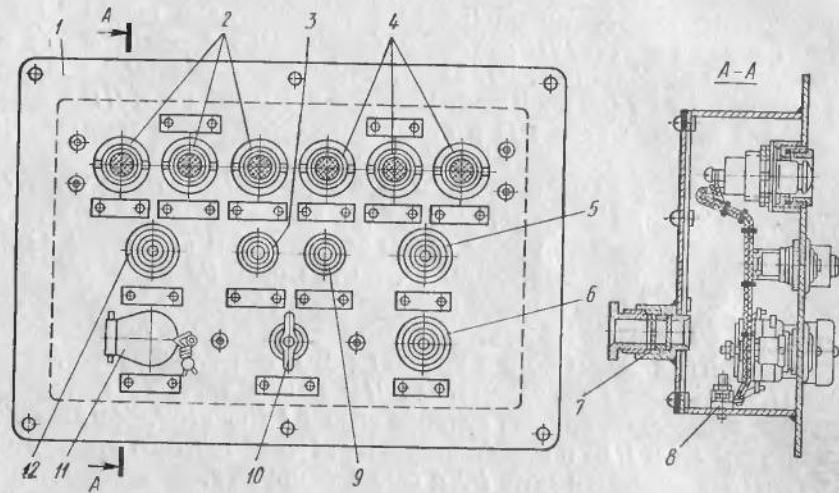

Рис. 70. Пульт дистанционного управления:
Пульт дистанционного управления (ПДУ) выполнен в брызгонепроницаемом корпусе 1 (рис. 70), на передней панели которого смонтированы сигнальные лампочки предупредительной сигнализации, аварийной остановки, нормальной работы и включения сигнализации, а также кнопки пуска, остановки, выключения ревуна, принудительной нагрузки и выключатель 10 автоматаики. В задней стенке корпуса имеются сальниковые вводы 7 для кабеля.
1. Для обеспечения надежного пуска и быстрого принятия нагрузки предусмотрено автоматическое поддержание температуры охлаждения в пределах $40 \pm 5^\circ\text{C}$. Система автоматики предусматривает в аварийных случаях эксплуатации возможность включения нагрузки при непрогретом дизеле (температура масла ниже 35°C), что осуществляется нажатием кнопки 11 (см. рис. 70). Пуск, увеличение частоты вращения коленчатого вала до номинальной и прием нагрузки при непрогретом дизеле повышает износ деталей и снижает ресурс агрегата, поэтому пускать непрогретый дизель, увеличивать частоту вращения до номинальной и включать нагрузку не рекомендуется. Кнопка 11 закрыта крышкой и опломбирована. При нарушении пломбы изготовитель дизель-генератора снижает гарантию по его работе. О каждом случае приема нагрузки непрогретым дизелем необходимо сделать отметку в формуляре и опломбировать кнопку.
дающей жидкости и масла автоматики предусматривает в аварийных случаях эксплуатации возможность включения нагрузки при непрогретом дизеле (температура масла ниже 35°C), что осуществляется нажатием кнопки 11 (см. рис. 70). Пуск, увеличение частоты вращения коленчатого вала до номинальной и прием нагрузки при непрогретом дизеле повышает износ деталей и снижает ресурс агрегата, поэтому пускать непрогретый дизель, увеличивать частоту вращения до номинальной и включать нагрузку не рекомендуется. Кнопка 11 закрыта крышкой и опломбирована. При нарушении пломбы изготовитель дизель-генератора снижает гарантию по его работе. О каждом случае приема нагрузки непрогретым дизелем необходимо сделать отметку в формуляре и опломбировать кнопку.